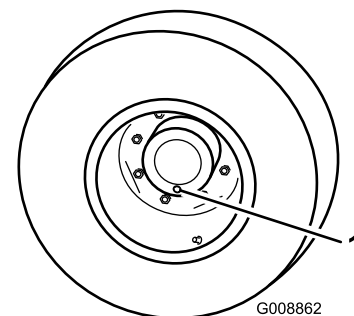

Figure 48
- Placez la machine sur une surface plane et horizontale et tournez une roue de sorte que l'un des bouchons de contrôle se trouve à la position la plus basse (6 heures) (Figure 48).